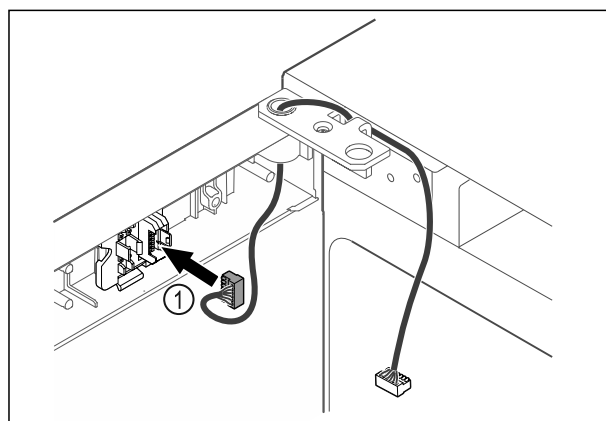

Fig. 45
- Вставьте штекер Fig. 45 (1) в держатель.